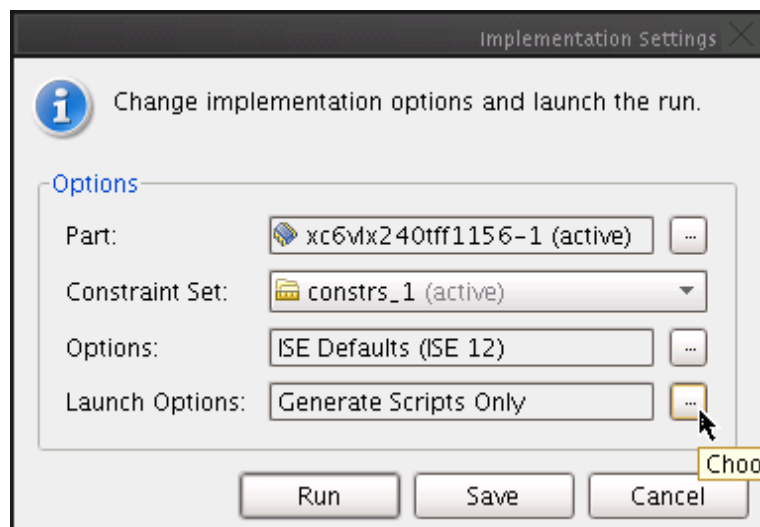

図 14 : 起動オプションを開く
6. [Implementation Settings] ダイアログ ボックスで、[Launch Options] フィールドの右側にあるボタンをクリックします (図 14)。